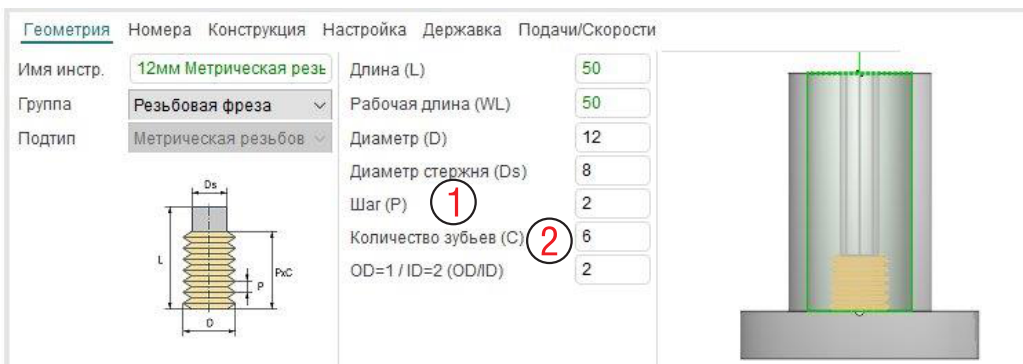

Рис. 4-13. Параметры резьбофрезы.
бы М30х2. Также в проекте есть резьбофреза, ее параметры показаны на рис. 4-13. Шаг (1) должен совпадать с шагом резьбы. Количество зубьев (2) специально задано не равным 1, чтобы проиллюстрировать возможность нарезания нескольких витков за и оборот инструмента.